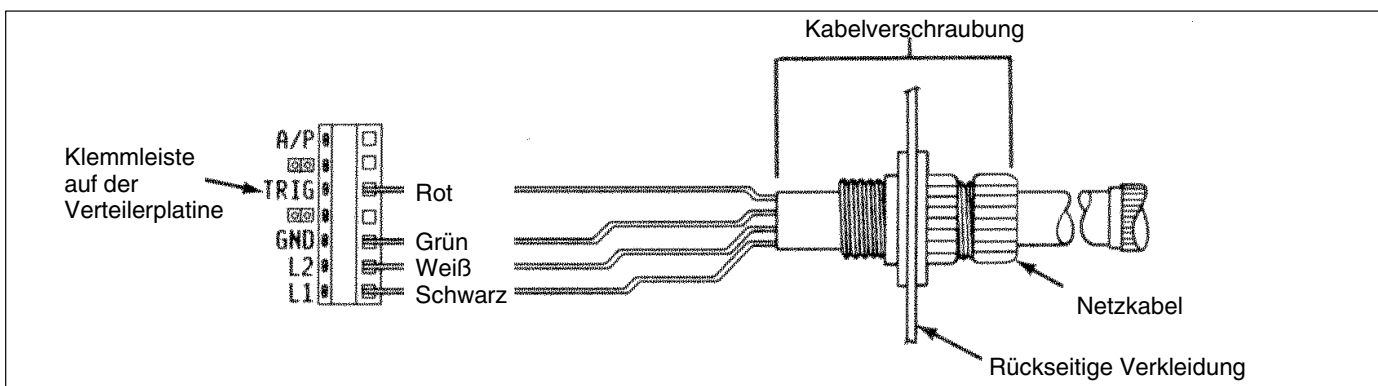

Abb. 3-3 Anschluß der Kabel von den Stromversorgungen
3. Die Enden der Anschlußkabel, die mit den Stromversorgungen mitgeliefert werden, durch die Kabelverschraubung hindurchziehen und die einzelnen Adern gemäß Abb. 3-3 an die Klemmleisten anschließen.